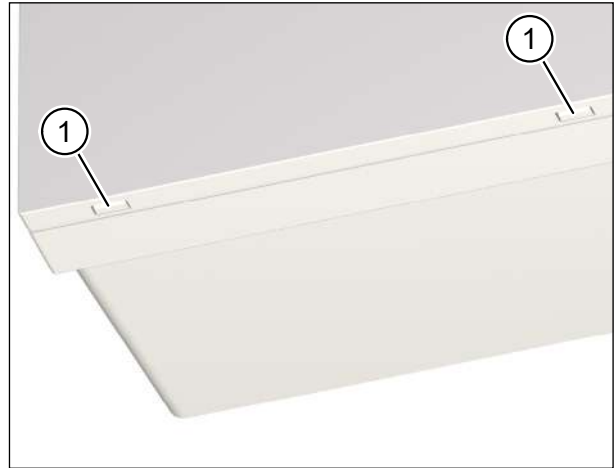

Abb. 15: Gerätedeckel vom Lüftungsgerät abnehmen
- ▶ Drücken Sie mit beiden Daumen auf die beiden Rasthaken (Pos. 1 in Abb. 15) an der Unterseite des Lüftungsgerätes. Der Gerätedeckel löst sich.